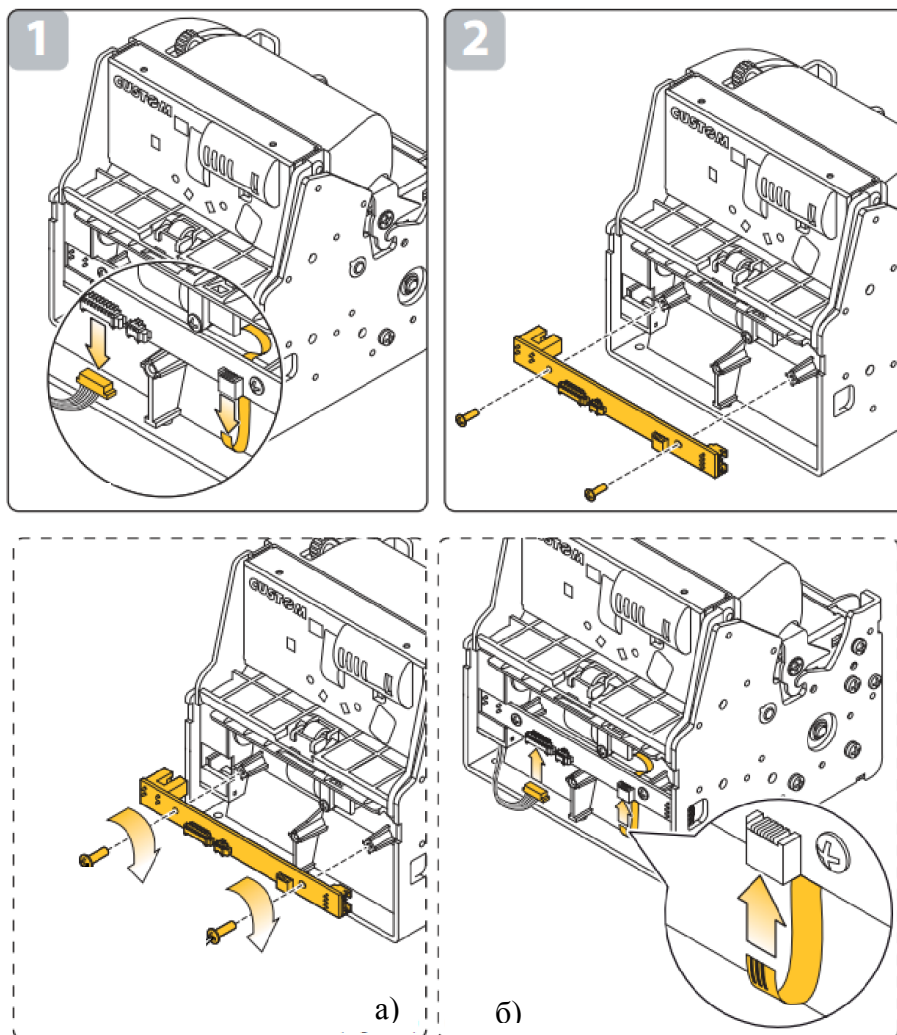

Рисунок 5.14 - Отсоединение платы датчика выхода ленты
- закрепить двумя винтами (усилие крутящего момента 50 сН x м) плату датчика выхода ленты к шасси презентера (Рисунок 5.14 а));
- вставить кабель, идущий от платы датчика выхода ленты, и гибкий кабель индикатора наличия бумаги (Рисунок 5.14 б)).